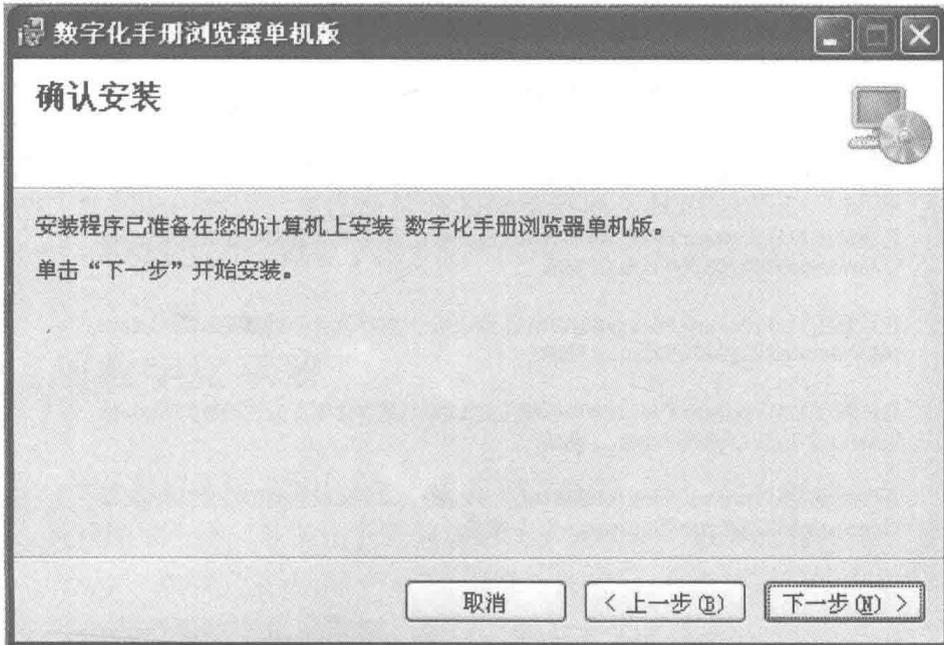

图 1-6 “确认安装”窗口
6) 在图 1-6 所示的“确认安装”窗口中，用户可单击“上一步”按钮，返回上一步重新调整安装文件夹，或单击“下一步”按钮开始安装。